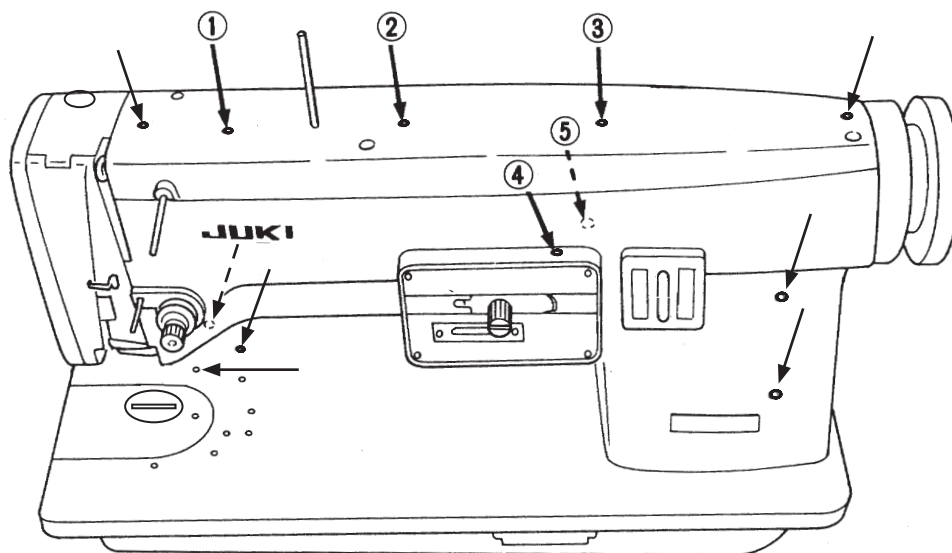

Fig. 8 Agujeros para aceitado
En todos los agujeros marcados con color rojo, coloque una o dos gotas de aceite cada día. (Se indican con flechas finas en la Fig. 8). En los agujeros marcados con flechas gruesas, ① ② ③ ④ ⑤, coloque cinco a seis gotas de aceite antes de hacer funcionar la máquina. Estos agujeros tienen materiales que retienen el aceite para lubricar partes esenciales de la máquina, sometidas a gran roce. (Las flechas hechas con líneas de punto en la Fig. 8, indican aquellos agujeros a lubricar que por estar en la parte posterior de la máquina, no pueden verse directamente en la ilustración)